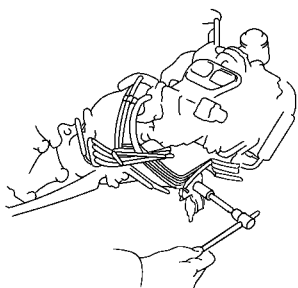

图 1-17 拆下 1 号空气管
1) 旋下两个螺栓，如图 1-17 所示，拆下 1 号空气管。